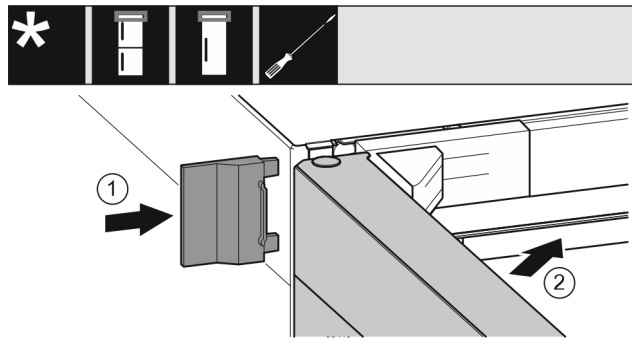

Fig. 23
- ▶ Lükake välimine kate peale. Fig. 23 (1)
- ▶ Sulgege ülemine uks. Fig. 23 (2)